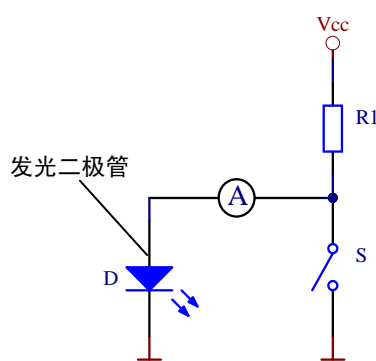
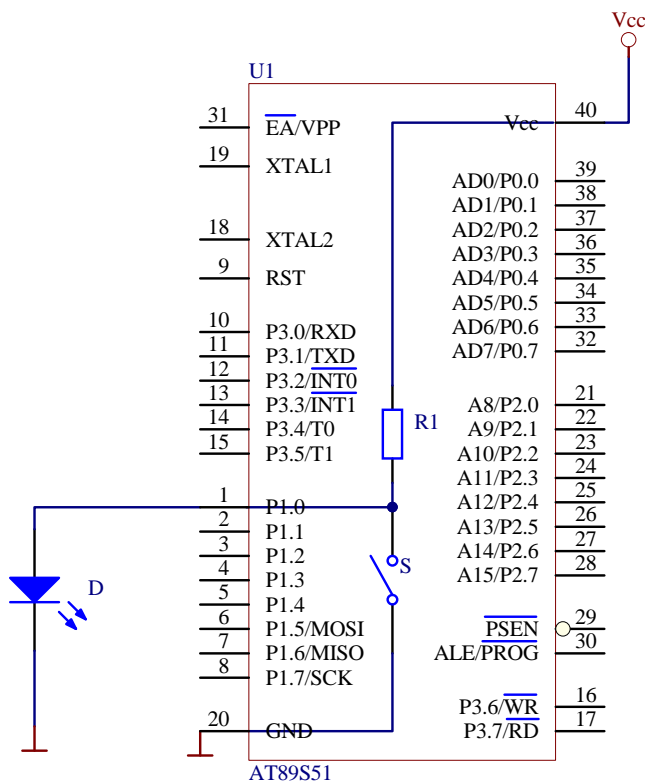

图 1-12 端口控制模型
图 1-13 单片机的端口控制
现在把电阻 R2 换成发光二极管 D，如图 1-12 所示，根据本章末尾的器件介绍环节中对发光二极管工作原理的介绍，选择合适的电阻 R1，当开关 S 断开时，发光二极管就会发光；而开关 S 闭合时，发光二极管就熄灭。所以，开关 S 能够控制发光二极管 D 的亮和灭。
图 1-12 的端口控制模型与单片机的控制有什么联系呢？其实，单片机内部的某一管脚就像集成了 Vcc、电阻 R1 和“开关 S”，如图 1-13 所示。发光二极管 D 的正极连接到单片机的 P1.0 脚上（第 1 管脚），单片机内部的电阻 R1 的一端与供电脚 Vcc（第 40 管脚）相连，另一端与 P1.0 管脚连接，也就是与发光二极管 D 的正极相连。在单片机内部有个“开关 S”，它连接 P1.0 管脚和公共地线，这个“开关 S”并不是真正意义上的机械式开关，而可以把它想象成存在于单片机内部的一个“电子开关”。这个开关能被随意地控制其通和断，这样一来，发光二极管 D 的亮灭控制由单片机“接管”了——内部的“电子开关”控制着发光二极管 D 的亮与灭。
子开关”的状态决定了管脚 P1.0 的电平状态——是 0V，还是 Vcc。有人可能会问，谁又来控制这个“电子开关”呢？是指令。指令就是在单片机工作前，我们向单片机写入的控制代码。那么指令是什么样子的呢？下面就是一条中文写成的指令，用于点亮类似图 1-13 所示的 P1.0 管脚上的发光二极管 D：
1. 在如图 1-13 所示的电路中，单片机的 P1.0 管脚上连接着一支发光二极管，点亮这支发光二极管的中文指令是\_\_\_\_\_。